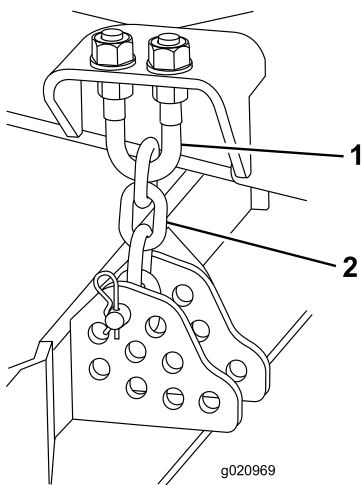

図 78
1. 刈高チェーンのUボルトの上側または下側についているジャムナットをゆるめる 図 78。